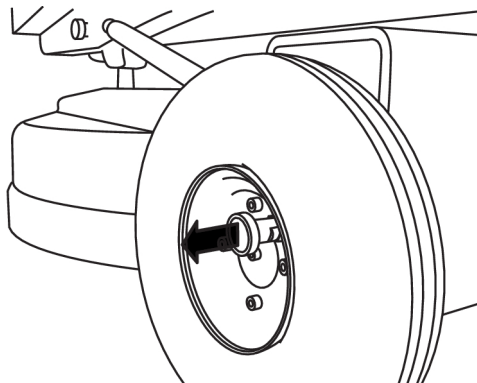

Bild 4-3. Frikoppla hjul
- Frikoppla hjulen genom att dra låssprinten rakt ut, se Bild 4-3, sidan 18.
Rotera veven framtill på stödhjulet för att justera höjden så att maskinen tiltar och sliphuvudet hänger helt fritt från underlaget. Slipmaskinen kan förflyttas genom att man skjuter den manuellt framför sig. Se till att hjullåsningen är frikopplad enligt Bild 4-3, sidan 18.